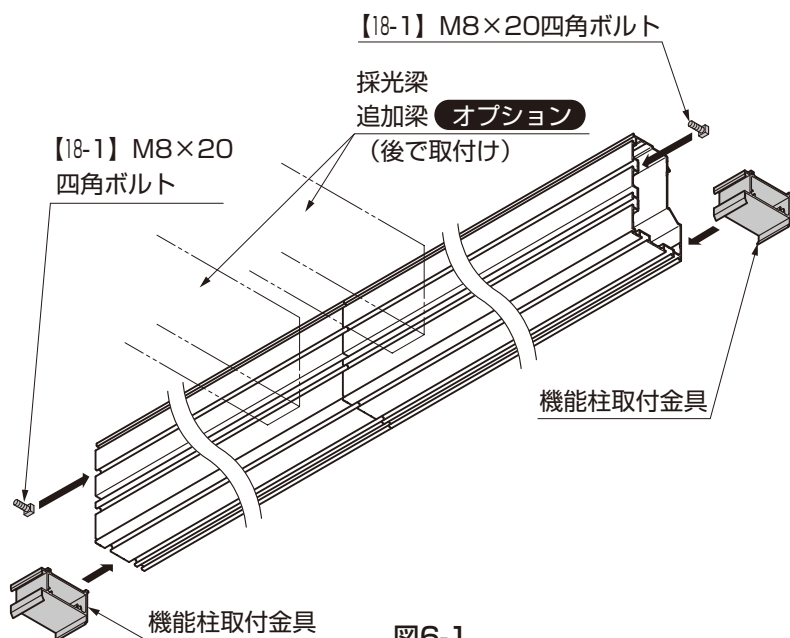

図6-1
- ① 桁側面の溝に【18-1】をスライドしながら入れてください。(図6-1参照)
- ② 桁底面の溝に機能柱取付金具を両側面から各1個ずつスライドしながら入れてください。(図6-1参照)